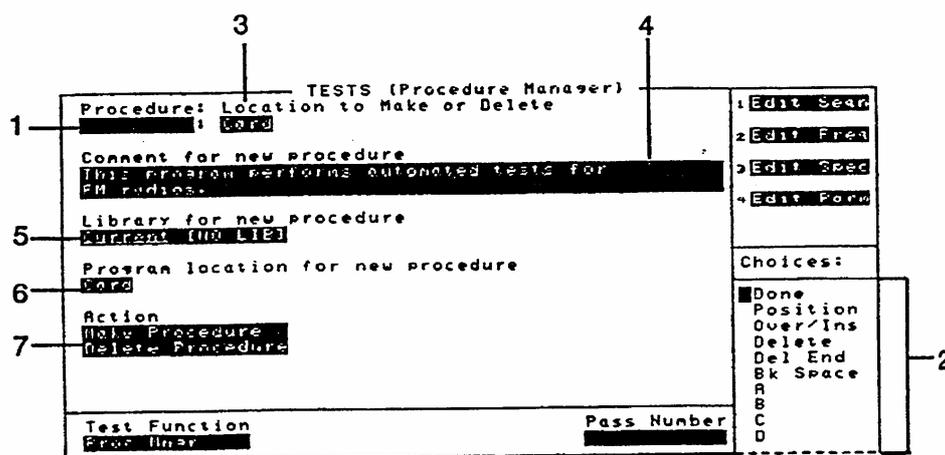

图 30-10 制定一个测试过程
2. 选择过程管理员(Proc Mngr)功能。呈现过程管理员(Procedure Manager)屏幕(见图 30-10)。
3. 选择过程(Procedure)字段(见图 30-10(1)项)。
4. 用字符表输入将要删除或制定的文件名(见图 30-10(2)项)。
5. 选择制定或删除的存贮单元(Location to Make or Delete)字段并规定想要存放文件的地方(存储卡 Card、RAM 磁盘、或外部磁盘 Disk)。见图 30-10(3)项。(该媒体在存放文件前必须被初始化。参见第三章“存储卡/大容量存储器”。)
6. 输入最多二行的注释以便识别新的测试过程。见图 30-10(5)项。
7. 选择新的测试过程是将使用现行的测试库还是不需要库(见图 30-10(5)项)。所有 HP11807A 测试过程必须与测试库一起存放。其它 IBASIC 程序也许不需要一个相应的库文件。
8. 选择用于测试过程的程序(代码文件)存贮的位置。见图 30-10(6)项。
9. 选择制定过程(Make Procedure)或删除过程>Delete Procedure)(见图 30-10(7)项)。